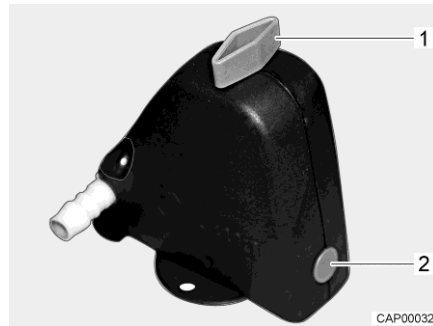
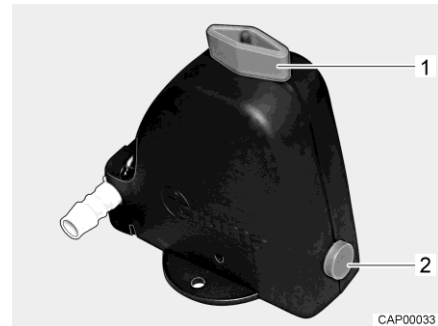

Fig. 65 Valve de sécurité et de vidange fermée
Fig. 66 Valve de sécurité et de vidange ouverte
- Ouvrir la valve de sécurité et de vidange (Fig. 65). Tourner le bouton rotatif (Fig. 65,1) dans le sens longitudinal par rapport à la valve de sécurité et de vidange. Le bouton-poussoir (Fig. 65,2) ressort. La valve de sécurité et de vidange ouverte est représentée à la Fig. 66.